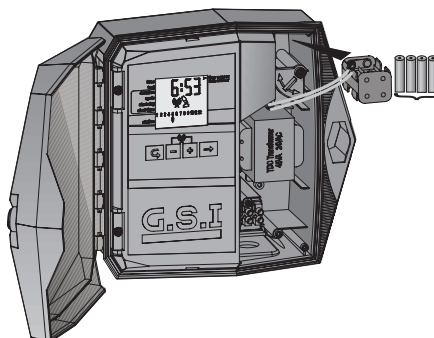

Figura 13: Compartimiento de batería extraído –Versión alcalina
4. Gire 90 grados el pestillo del compartimiento de la batería, y extraiga el compartimiento de la batería (Figura 13).